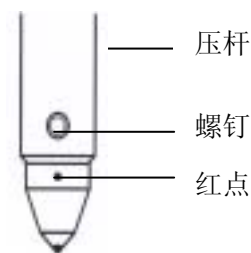

图6-18 安装压头
1. 把压头柄小心装进压杆的安装孔内，红点正对着你，如图 6-18。